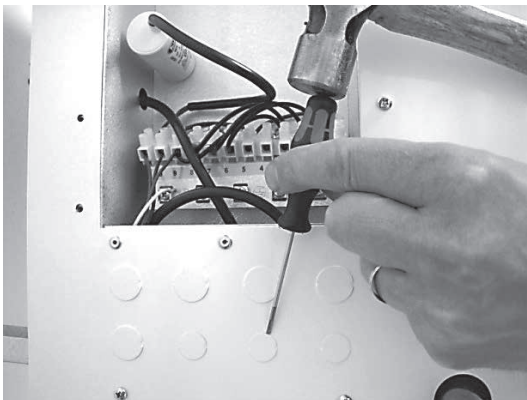
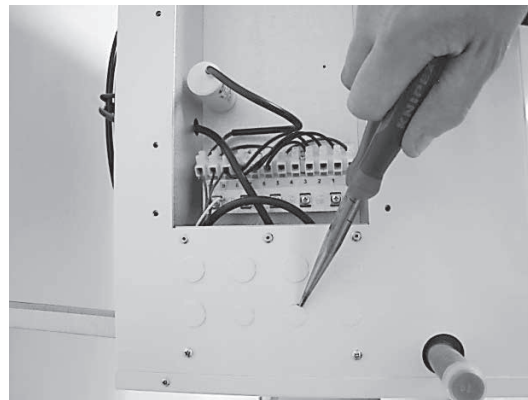

Bild 25
Bild 26
6. Die erforderliche Anzahl von Kabeldurchführungen mit einem spitzen Schraubenzieher und Hammer öffnen, siehe Bild 25. Die Abdeckung mit einer Zange entfernen, siehe Bild 26.